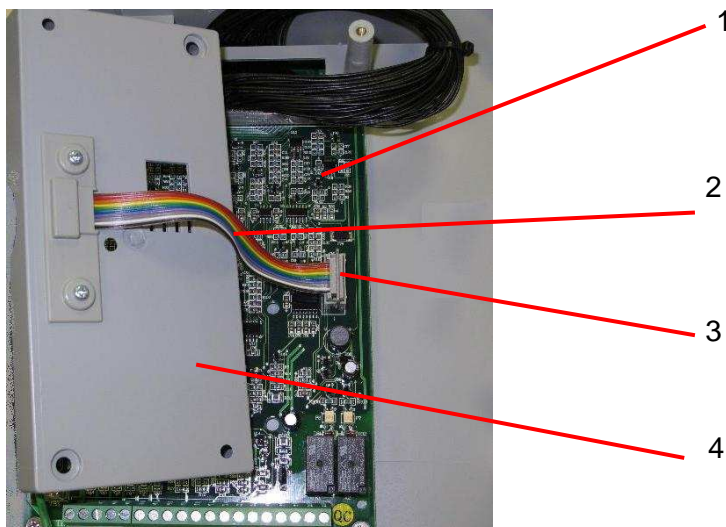

Рис. 7.34
7.16.1. Взять рамку (табл.4.1, поз.7; рис.7.34, поз.4). со шлейфом 2 (рис.7.34), соединить разъем шлейфа с разъемом платы центрального процессора 1 и закрепить фиксирующей скобой 3 (рис. 7.34).